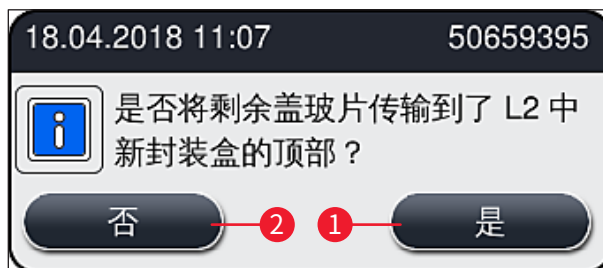

图 63
8. 关闭仪器罩后, 将询问用户是否已将剩余盖玻片插入新的盖玻片封装盒 (→ 图 63)。如果是这种情况, 请使用是 (→ 图 63-1) 确认信息消息。如果没有插入盖玻片, 则使用否 (→ 图 63-2) 确认信息消息。